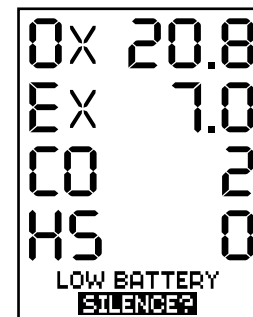

Fig. 24
- Retentit pour LOW BATTERY (piles faibles), arrêter l'alarme (silence) pendant 5 minutes (Fig. 24).